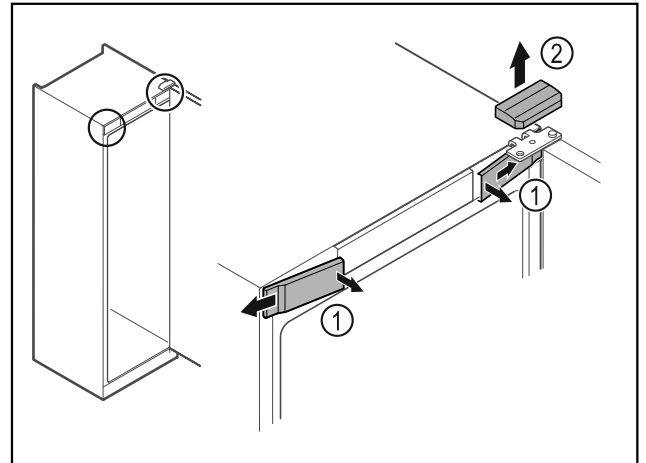

Fig. 8
- ▶ Voorste afdekkingen Fig. 8 (1) binnen ontgrendelen en naar de zijkant toe verwijderen.
- ▶ Bovenste afdekking Fig. 8 (2) naar boven toe verwijderen.